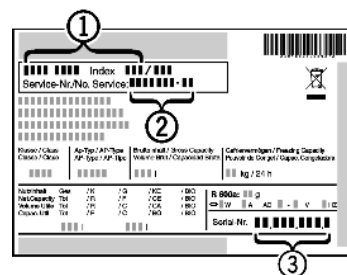

Fig. 35
- ▶ Наименование устройства Fig. 35 (1), сервисный № Fig. 35 (2) и серийный № Fig. 35 (3) считайте с заводской таблички. Заводская табличка находится внутри устройства слева.
- ▶ Обратитесь в сервисную службу и сообщите вид неисправности, наименование устройства Fig. 35 (1), сервисный № Fig. 35 (2) и серийный № Fig. 35 (3).